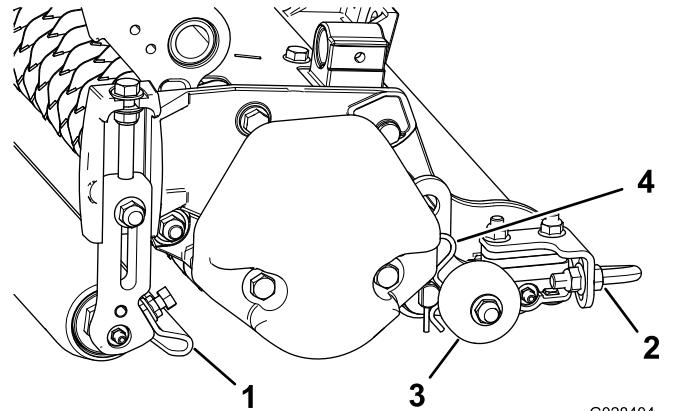

Figura 11
1. Desaperte as porcas flangeadas que fixam os raspadores do rolo (Figura 11).
Importante: Antes de as unidades de corte vertical serem baixadas até ao chão ou retiradas da unidade de tração, baixe os rolos de transporte (Figura 11) para proteger as lâminas do contacto com a superfície dura.